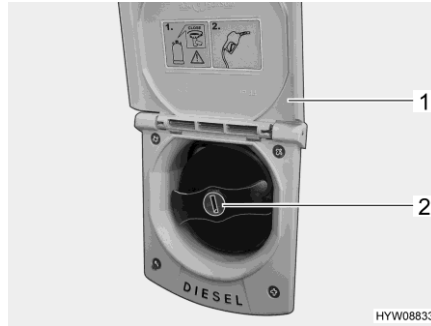

Fig. 41 Tubo de llenado de combustible
- Girar la trampilla (Fig. 41,1) hacia arriba.
- Introducir la llave en el cilindro de cierre (Fig. 41,2) y girar en sentido contrario a las agujas del reloj.